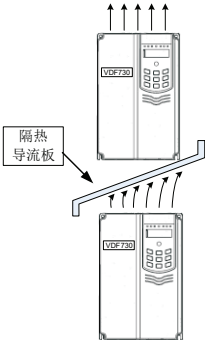

图3-2 隔热导流板安装示意图
- 2) 请向上垂直安装变频器，便于热量向上散发。若柜内有多台变频器时，请并排安装。在需上下安装场合，请参考图3-2，安装隔热导流板；